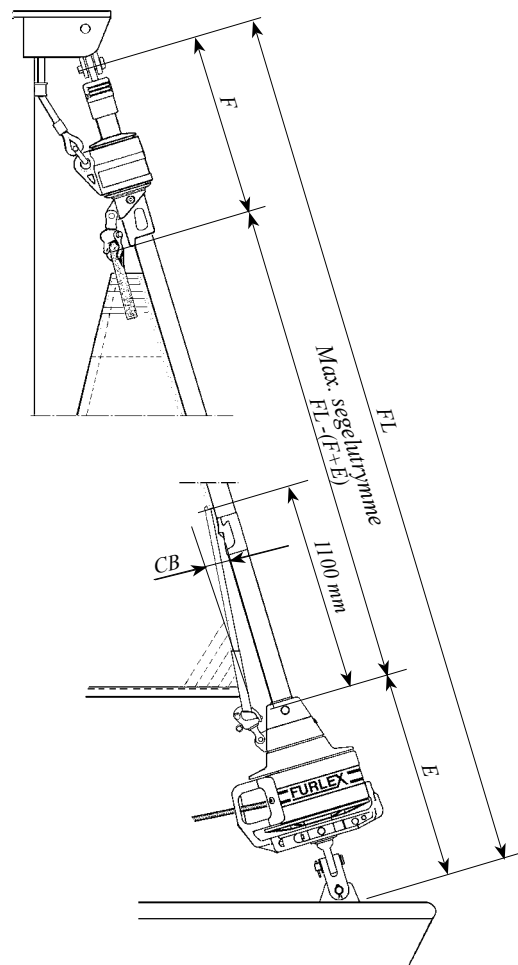

Fig. 7.1.b
- Pour pouvoir s'adapter au système Furlex, une voile existante peut nécessiter d'importantes modifications. La longueur maximum du guindant se calcule dans le tableau 7.1.1 et la fig. 7.1.b FL-(F+E) (longueur de l'étai existant indiquée dans le tableau 3.5.1 - moins déduction de tête et d'amure).